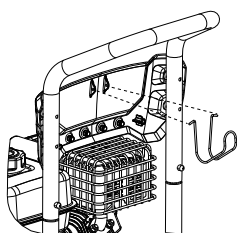

Figure 2-2. Monter le crochet à tuyau
2. Voir **Figure 2-2**. Monter le crochet à tuyau.